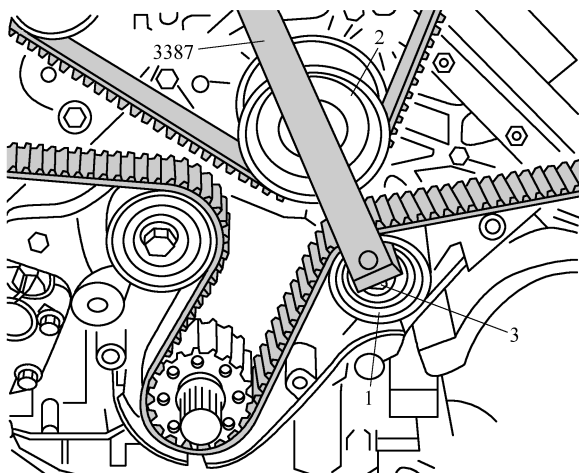

图 1-3-48 将偏心辊用双孔螺母扳手 3387 顺时针转动
(3) 如图 1-3-48 所示, 将偏心辊 1 用双孔螺母扳手 3387 顺时针转动, 直至双孔螺母扳手的手柄准确位于冷却液泵轮 2 的中心线上方。在此位置上固定双孔螺母扳手, 用 $45\text{N} \cdot \text{m}$ 的力矩拧紧螺栓 3。